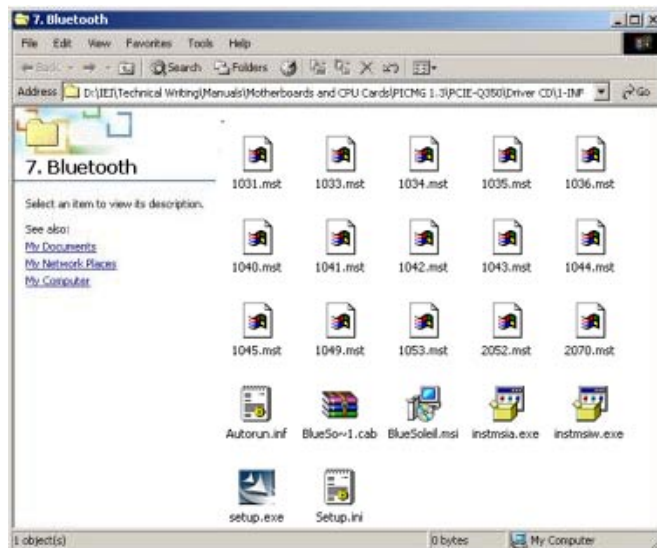

Abbildung 7-29: Bluetooth-Treiber Ordner
Schritt 2: Ein neues Fenster öffnet sich (**Abbildung 7-29**). Doppelklicken Sie auf die Datei **Setup.exe** zur Installation des Bluetooth-Treibers.